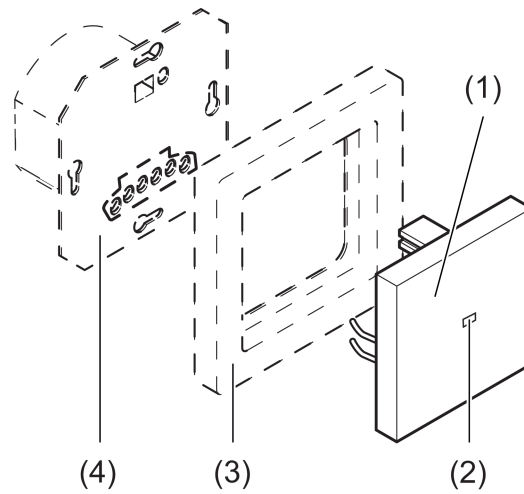
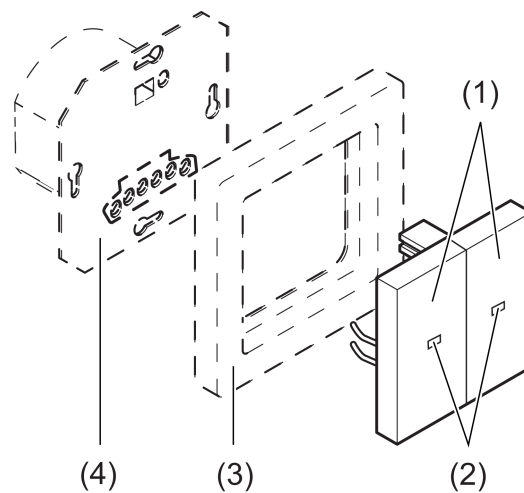

Bild 1: Geräteaufbau 1fach
Bild 2: Geräteaufbau 2fach
Frontansicht 1fach (siehe Bild 1) und 2fach (siehe Bild 2)
- Aufsatz mit Abdeckrahmen auf Einsatz stecken (siehe Bild 1).